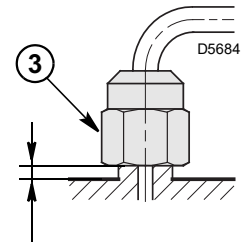

Fig. 16
- Enroscar correctamente las boquillas 10) apretándolas como se ilustra en Fig. 16.
Cuando se vuelva a montar el grupo portaboquilla, enroscar la tuerca 3), como muestra la Fig. 16.